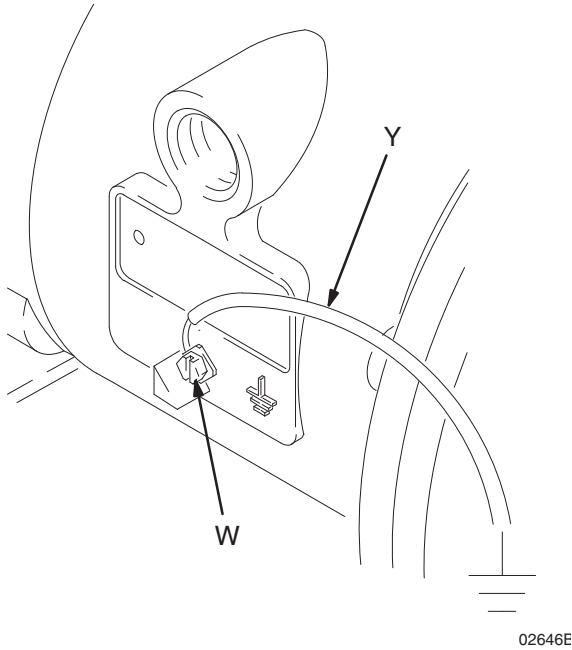

FIG. 1
- **Bomba:** Ligue um fio de terra e fixe-o como mostrado na FIG. 1. Afrouxe o parafuso de ligação à terra (W). Insira uma extremidade de um fio de ligação à terra (Y) de 12 ga. (1,5 mm2) no mínimo, atrás do parafuso de ligação à terra e aperte o parafuso firmemente. Ligue a outra extremidade do fio de ligação à terra a